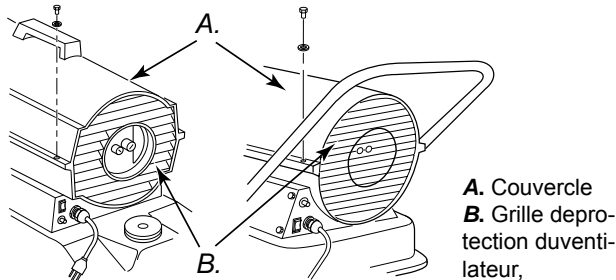

Figure 7-8 – Dépose du couvercle, Modèles.
1. Déposer le couvercle (voir figure 7-8).